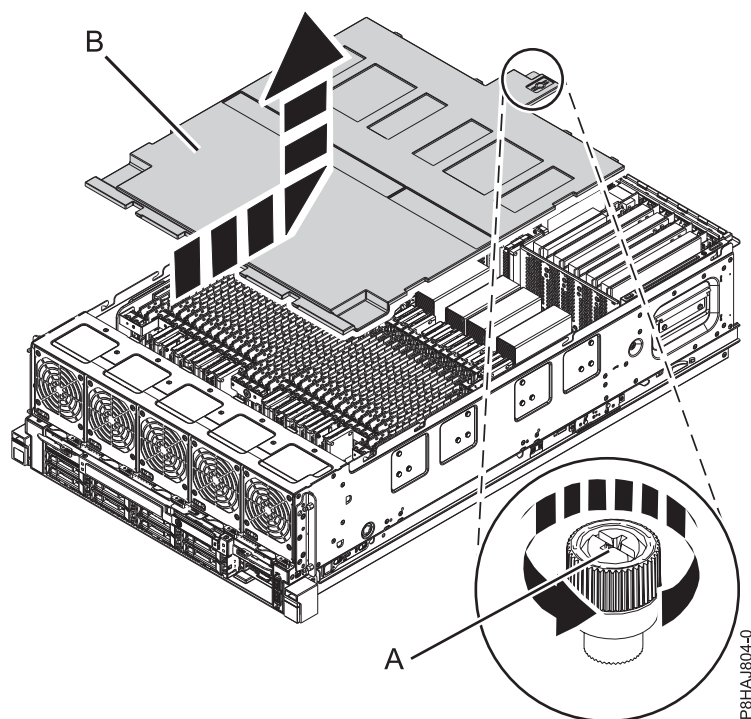

Figura 31. Remover a tampa de segurança
2. Desaperte o parafuso de aperto manual (A) localizado na parte posterior da tampa, ao rodá-lo na direcção apresentada na Figura 31 na página 55.
3. Faça deslizar a tampa de segurança (B) em direcção à parte posterior do sistema. Quando a parte anterior da tampa passar a extremidade superior da estrutura, levante a tampa e retire-a do sistema.